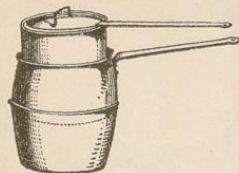

Fig. 332.
3. Der **Leimapparat** kann verschiedene Gestalt und Größe haben. Die Erwärmung kann durch Spirituslampen, durch Petroleum- oder Gasherde oder anderweitig erfolgen. Jedenfalls soll ein Wasserbad vorhanden sein, in welches der Leimtopf eingehängt wird, damit sich seine Wänden nicht zu sehr erhitzen können (Fig. 332).